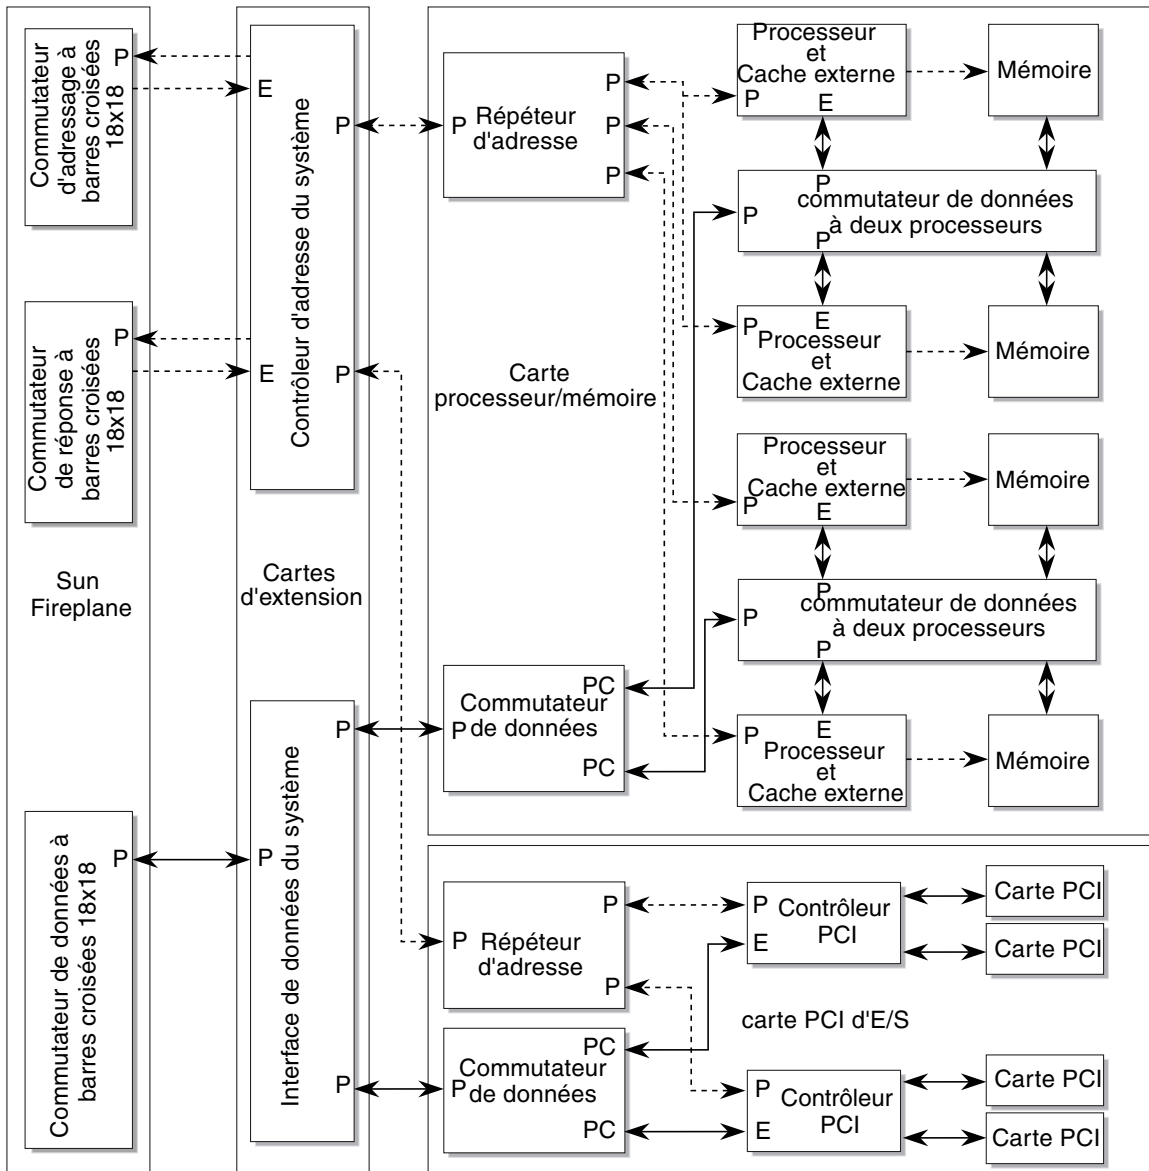

FIGURE 3-2 Vérification des codes ECC d'interconnexion et de la parité
La FIGURE 3-2 présente les méthodes de protection à différents points de l'interconnexion de l'adressage et des données. Les lettres *P*, *E* et *C* du schéma indiquent respectivement la génération et la vérification de parité, la vérification, la génération et la correction EEC et le contrôle ECC par l'unité de réception. Les lignes en pointillés représentent l'interconnexion d'adressage et les lignes continues l'interconnexion des données.
- Les liaisons de données point par point sont protégées par la parité, ainsi que l'indique la lettre *P* sur la FIGURE 3-2.
- Les codes ECC sont vérifiés lorsqu'ils arrivent dans un périphérique du système ou qu'ils le quittent, par le commutateur de données du niveau 1, ainsi que l'indique la lettre *E* sur la FIGURE 3-2.